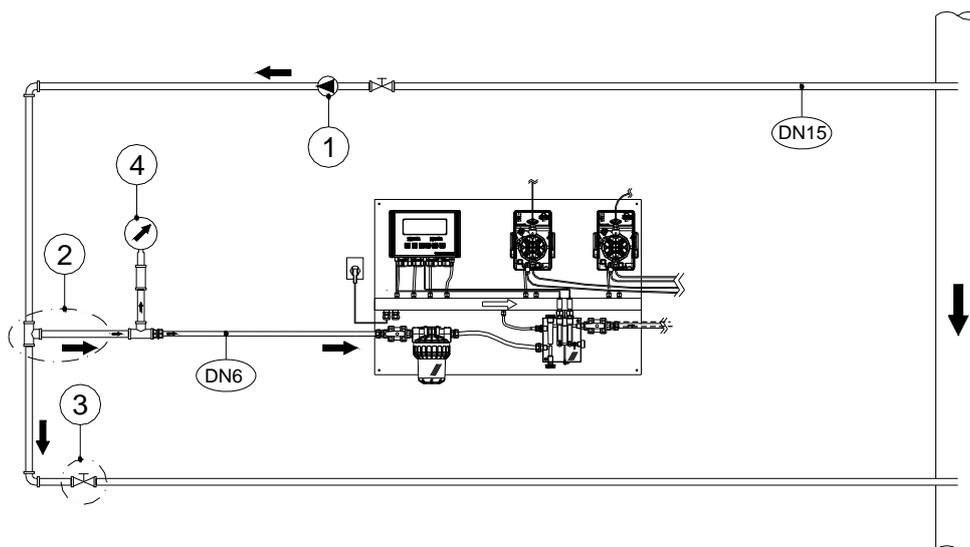

Figura 7. Esempio schematico di impianto di campionamento
In Figura 7 si vede come la pompa (pos.1) convogli l'acqua su una lunga distanza ma solo una parte del flusso (pos.2) è utilizzata per l'effettiva misurazione. In nessun caso la valvola a farfalla (pos.3) deve essere completamente chiusa, altrimenti il lungo ritardo può rendere più difficile il controllo. Inoltre l'acqua potrebbe fortemente scaldarsi nella pompa, e quindi portare anche ad errori di misurazione. Un misuratore di pressione (pos.4) nel nodo di prelievo è utile per la regolazione della valvola a farfalla.